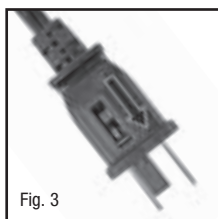

Fig. 3
3. Pour accéder au fusible grillé, faites coulisser le volet qui se trouve sur le côté de la fiche. Faites glisser le volet vers l'extérieur jusqu'à ce que le fusible grillé soit totalement visible (fig. 3).